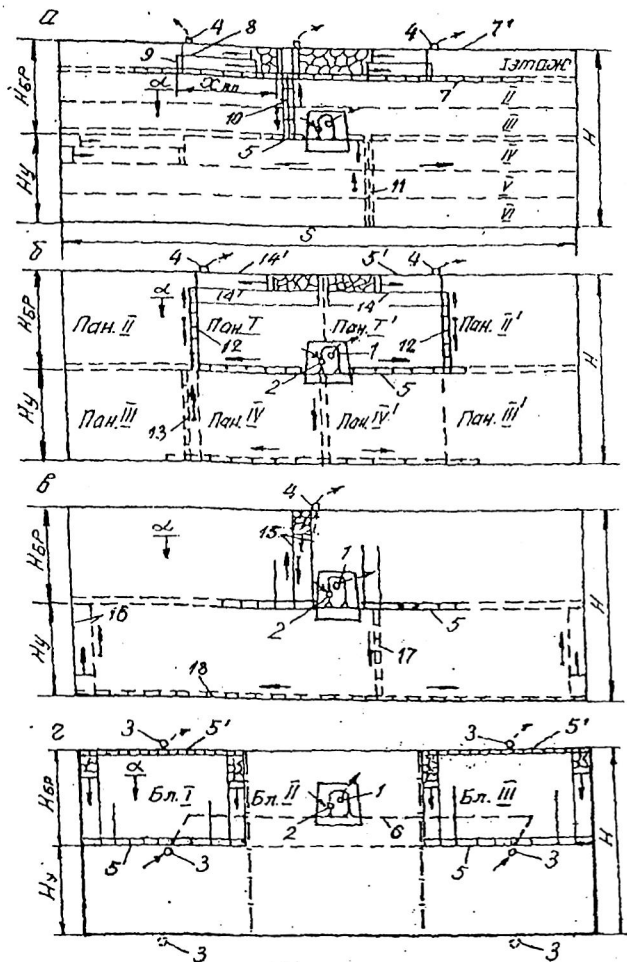

Рис. 8.1. Деление шахтного поля: на этажи (а); на панели (б); на выемочные ступени, обрабатываемые длинными столбами по падению и восстанию (в); на блоки (г)
транспортным горизонтом) шахтное поле обычно делят по падению на две части – бремсберговую ( $H_{бр}$ ) и уклонную ( $H_y$ ) независимо от способа подготовки (рис. 8.1).
**Блок** – часть шахтного поля, характеризующаяся независимым проветриванием. Для этого проводятся блоковые воздухоподводящие и воздухоотводящие стволы 3 (см. рис. 8.1, 8.2). Уголь из всех блоков по магистральному полевому штреку 6 доставляется к главному стволу 1, располагаемому в центральном блоке. Размер блоков по простиранию обычно колеблется в пределах 3,0 – 4,5 км.
При крутом, крутонаклонном, наклонном и, реже, пологом падении шахтное поле разделяется на этажи. **Этажом** называется часть шахтного поля, ограниченная по падению этажным откаточным штреком 7, по восстанию этажным вентиляционным штреком 7', по простиранию – границами шахтного поля (см. рис. 8.1, а). При пологом падении в пределах выемочной ступени обычно располагается несколько этажей, соединяемых с транспортным горизонтом капитальными бремсбергами 10 и капитальными уклонами 11.
При наклонном и пологом падении этаж, как правило, разделяется промежуточными штреками 8 на 2 - 3 подэтажа. Часть этажа по простиранию, заключенная между участковыми бремсбергами 9, скатами и уклонами, а также между промежуточными квершлагами, называется **выемочным полем** ( $x_{вп}$  на рис. 8.1, а). Длина выемочного поля по простиранию на пологих пластах принимается в пределах 1000 - 2000 м, на крутых – 300 - 600 м.
При углах падения до 18 – 25 ° выемочная ступень по простиранию может быть разделена на панели (см. рис. 8.1, б). **Панелью** называется часть шахтного поля, ограниченная по восстанию и па-
дению главными штреками (откаточным 5 и вентиляционным 5) либо с одной стороны границей шахтного поля, а по простиранию - границами соседних панелей или границей соседней панели с одной стороны и границей шахтного поля - с другой. Панели могут быть бремсберговыми и уклонными (см. рис. 8.1, б). Как и выемочные поля, они могут быть односторонними и двусторонними. Размеры панелей по простиранию находятся в пределах 1200 - 3500 м, а по падению - 1000 - 1200 м. По падению панели делятся на ярусы. **Ярус** - одновременно обрабатываемая часть панели, ограниченная по падению конвейерным 14, по восстанию вентиляционным 14 ярусными штреками. В ярусе обычно располагается один забой очистной. Возможно деление яруса на подъярусы.
При углах падения пластов до  $10^\circ$  пласт в пределах горизонта делят по простиранию месторождения на выемочные столбы, вытянутые по восстанию или падению от верхней границы горизонта до нижней. Такой способ подготовки называют **погоризонтным** (см. рис. 8.1, в). Выемочные ступени делятся конвейерными и вентиляционными бремсбергами 15 или уклонами 16 на столбы шириной 150 - 250 м, обрабатываемые по падению или восстанию.